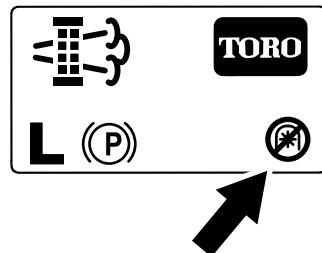

Bild 55
**Hinweis:** Auf dem Begrüßungsbildschirm wird das Symbol für eine deaktivierte Zapfwelle (Bild 55) angezeigt.
**Hinweis:** Auf dem Begrüßungsbildschirm wird das Symbol für eine deaktivierte Zapfwelle angezeigt; siehe Bild 55 in Meldungen zu geparkter Regenerierung \(Seite 52\).